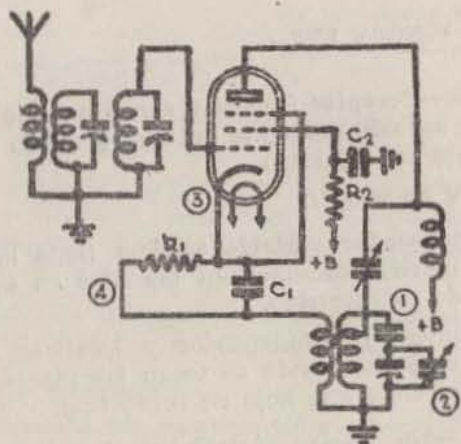

Fig. 30.—No pueden sintonizarse las últimas emisoras del dial
**272.—Desajuste de los circuitos sintonizados (fig. 30).**